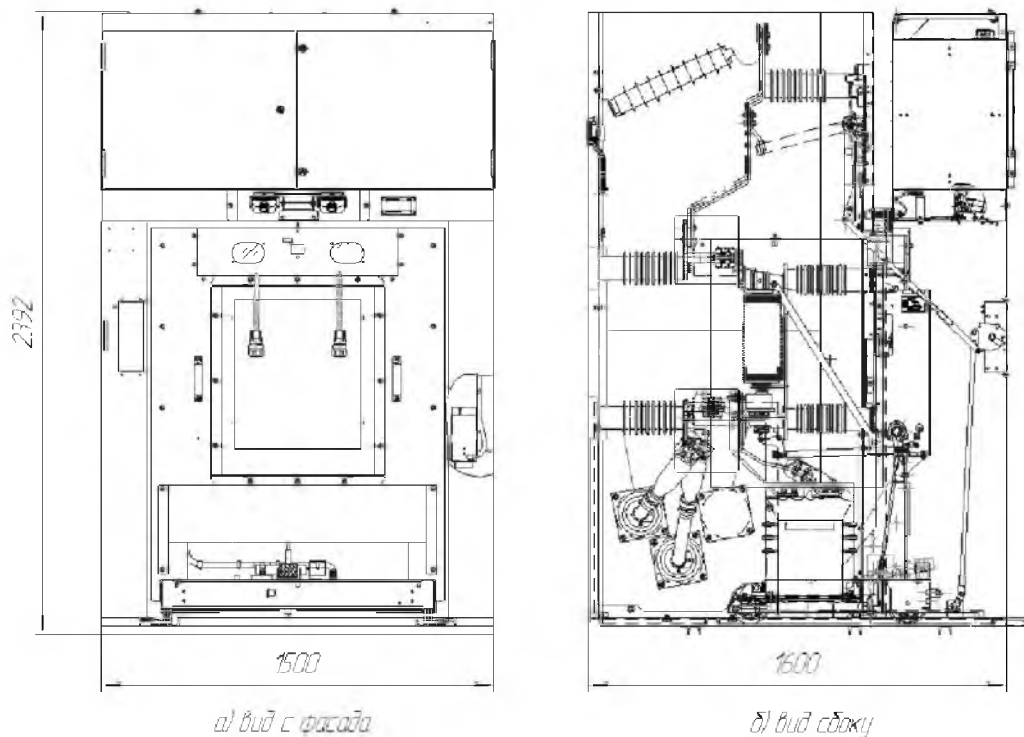

Рисунок 3 – Шкаф двухполюсного выключателя
- шкаф двухполюсного выключателя ввода (для соединения обмотки соответствующего напряжения силового трансформатора со сборными шинами распределительного устройства (РУ); (см. рисунок 3);
- шкаф двухполюсного (двухкамерного) выключателя для подключения устройства фильтрации и компенсации к сборным шинам (см. рисунок 3);
- шкаф двухполюсных секционных перемычек (для соединения между собой секций сборных шин РУ) (см. рисунок 3);